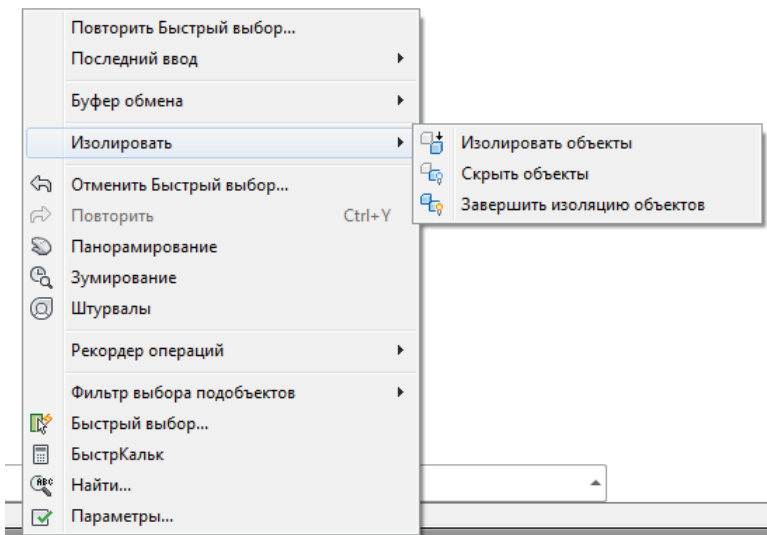

Рис. 2.3. Изоляция объектов (способ 1)
- **Esc** → ПКМ → **Изолировать** → **Изолировать объекты** (рис. 2.3);
- **Esc** → ПКМ → **Изолировать** → **Скрыть объекты** (рис. 2.3);